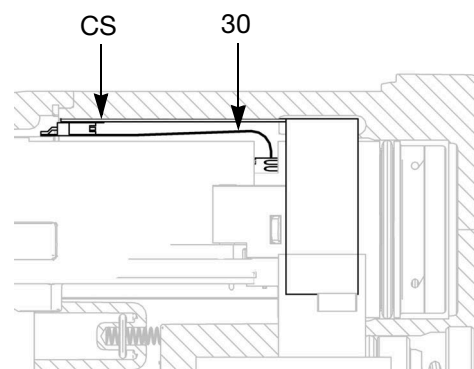

ABB. 26. Elastische Schaltung anschließen
8. Die Hochspannungserzeuger-/Turbineneinheit in das Pistolengehäuse (10) stecken. Sicherstellen, dass die Massebänder (EE) das Pistolengehäuse berühren.
Nur bei Smart-Modellen: Den Stecker der 6-poligen elastischen Schaltung (30) mit der Buchse (CS) oben am Pistolengehäuse ausrichten Siehe ABB. 26.